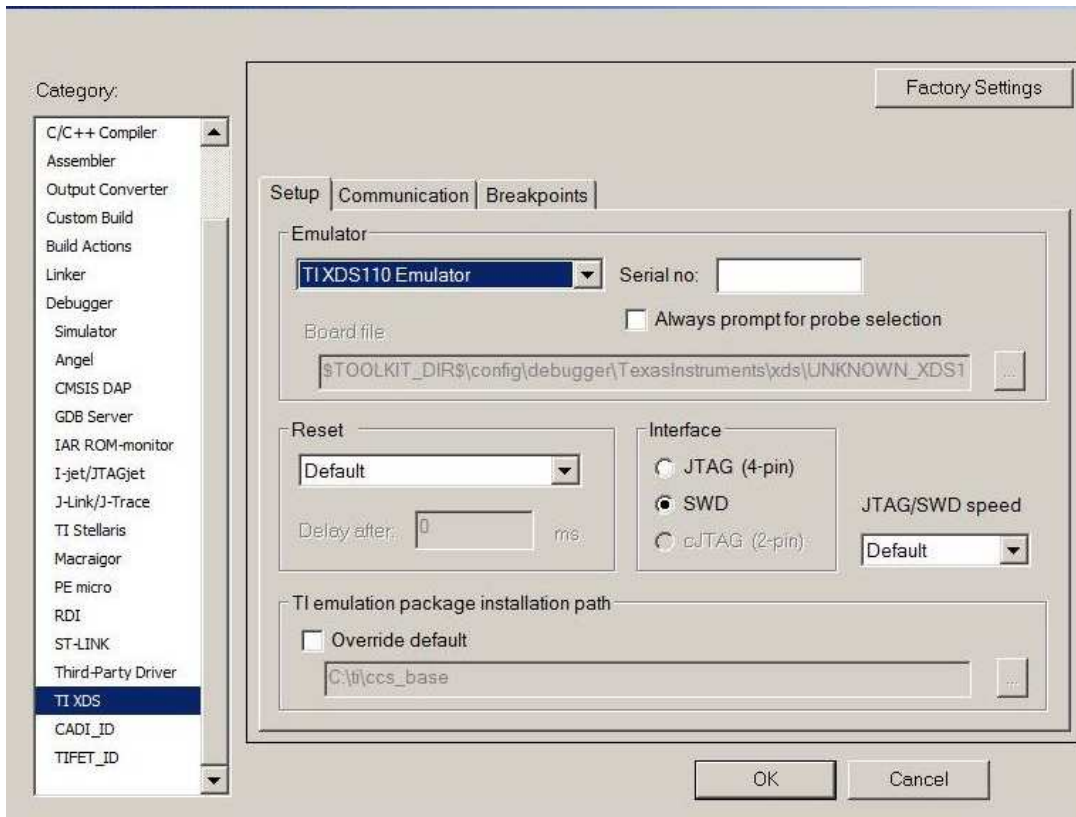

图 29. IAR XDS110 调试器
2. 转到 TI XDS 类别，仿真器选择 TI XDS110 仿真器，接口选择 JTAG（4 针）（请参见图 29）。